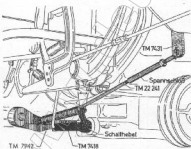

Abb. 7
6. Bevor die **hintere Lagerplatte** TM 7942 angeschraubt wird, muß die Ose an der Lagerplatte in die Feder TM 7418 eingehängt werden (Abb. 7).